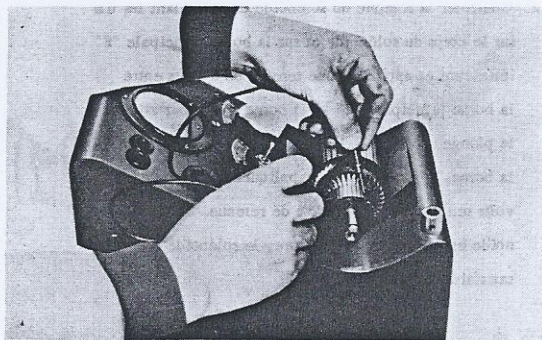

Fig. 6-12 Contrôle de la présence de coupures de circuit dans l'enroulement d'induit.
7. Contrôler la présence de coupures dans l'enroulement d'induit en plaçant l'induit sur le ronfleur, et en mettant les sondes en contact avec deux lames de collecteur voisines. Répéter l'essai sur toutes les paires adjacentes de lames du collecteur en déplaçant les sondes une lame à la fois. S'il existe une différence de lecture sur l'appareil, c'est un signe de coupure de circuit. Réparer ou remplacer l'induit. (Voir Fig. 6-12)